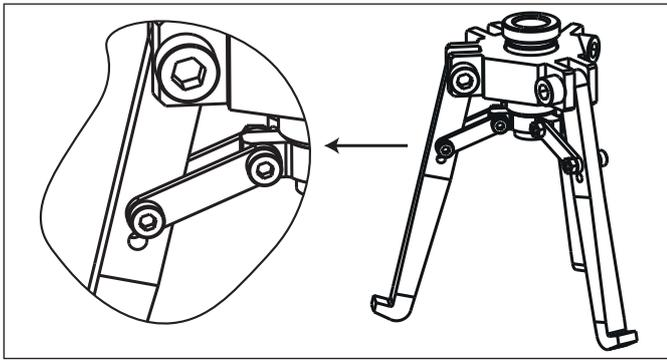

Figura 2: Detalle de instalación para la configuración interna con garras estándar
- Utilice el orificio superior para montar la garra en la configuración interna. Consulte la Figura 2.